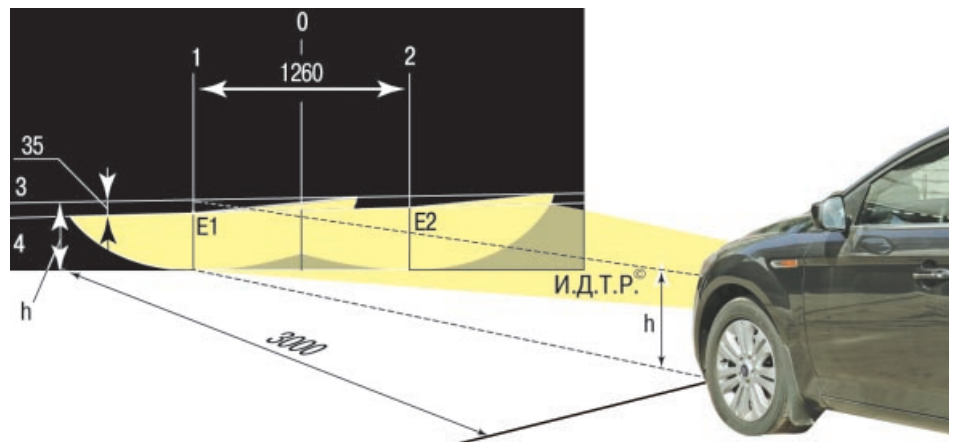

Рис. 10.8. Регулировка света фар
2. Установите автомобиль перпендикулярно гладкой стене (например, в гараже) на расстоянии 3 м. Положите на сиденье водителя дополнительный груз массой 75 кг. Разметьте на стене экран, как показано на рис. 10.8. Продольная плоскость симметрии автомобиля должна проходить по линии 0 на экране.